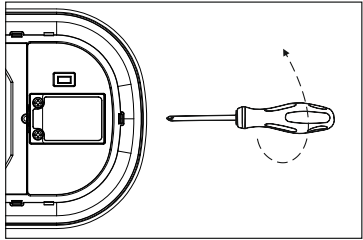

Рис. 4
- 5.13 Открутите защитную крышку клеммной колодки на внутренней части корпуса осветительного прибора (рис. 4).